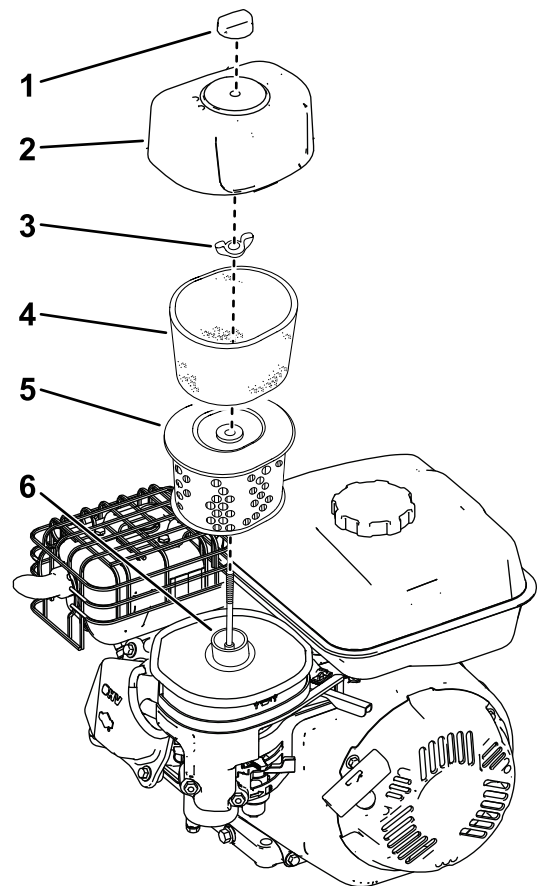

Bild 18
2. Lösen Sie die Mutter, mit der die Abdeckung befestigt ist (Bild 18).
3. Entfernen Sie die Luftfilterabdeckung (Bild 18).